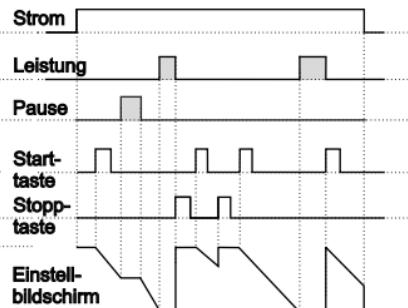

Abbildung 2.2
2.2.2 Wenn Abwärtszählen **dEct** = 1 und **outF0FF** ist, wird das Regelschema in Abbildung 2.2 gezeigt.